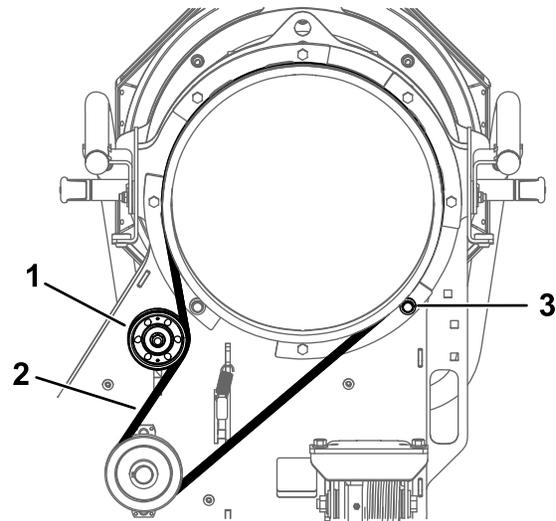

**Figure 31**
3. Déposez le couvercle de la courroie (Figure 31).